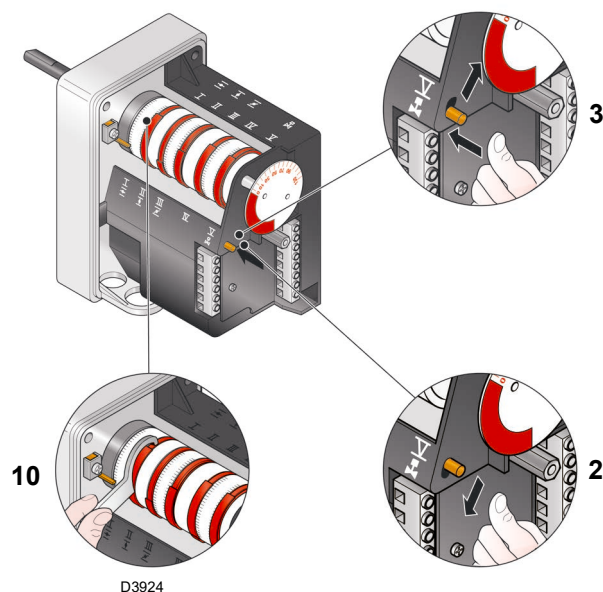
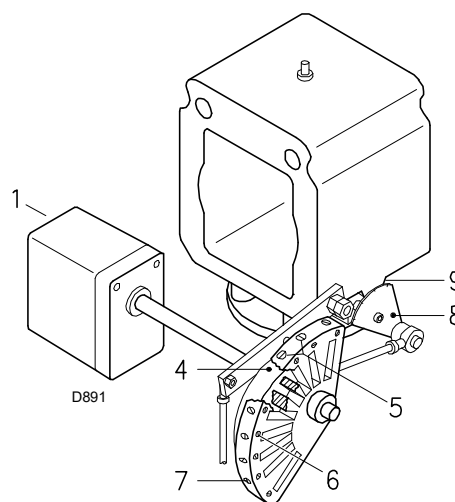

Abb. 31
Abb. 32
Über die Schrauben 7)(Abb. 32 auf Seite 27) das Endprofil des Nocken 4)(Abb. 32 auf Seite 27) verändern.
- Zur Abnahme den Nockenwinkel III (Abb. 31) mit kleinen Verstellungen progressiv reduzieren, d.h. vom Winkel 65° auf 63° - 61°....
- Zur Erhöhung auf die Taste 2)(Abb. 30 auf Seite 26) “+” leicht drücken (d.h. die Gasdrossel auf 10-15° öffnen), den Nockenwinkel III (Abb. 31) mit kleinen Verstellungen progressiv vergrößern, d.h. vom Winkel 65° auf 67° - 69°.... Dann auf die Taste “-” drücken, bis der Stellantrieb wieder die Stellung der Mindestöffnung erreicht und dabei den Gasdurchsatz messen.
- Das Anfangsprofil des Nocken 4)(Abb. 32) über die Schrauben 5) verändern. Die erste Schraube möglichst nicht verdrehen, mit dieser wird die Luftklappe ganz geschlossen.
Der Stellantrieb folgt der Einstellung von Nocken III nur bei Reduzierung des Winkels. Zur Vergrößerung des Nockenwinkels zuerst durch die Taste “+” den Winkel des Stellantriebs vergrößern, dann den Nockenwinkel III vergrößern und schließlich durch die Taste “-” den Stellantrieb auf Mindestleistungsstellung zurückgehen lassen. Zur Einstellung des Nocken III ist es besonders für kleine Verschiebungen möglich, den dazu bestimmten Schlüssel 10)(Abb. 31) zu verwenden.
Brenner durch Schalter 1)(Abb. 30 auf Seite 26), Stellung OFF, abschalten, den Nocken 4)(Abb. 32) durch Drücken und Verschieben nach rechts des Druckknopfs 3) vom Stellantrieb entsperren, und den Nocken 4)(Abb. 32) mehrmals von Hand vor- und zurückdrehen.
Den Nocken 4)(Abb. 32) durch Verschieben nach links des Druckknopfs 2)(Abb. 31) am Stellantrieb wieder sperren.
Die Einstellung über die Schrauben 6)(Abb. 32) befestigen.
Legende (Abb. 31 und Abb. 32)